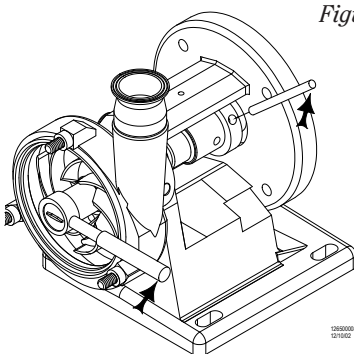

Figura 7
- Coloque la varilla de diámetro de 3/8 de pulgada en el agujero situado en el eje. Haga que la varilla se apoye en el soporte de la brida de la bomba (nº2) para evitar que el eje gire mientras se afloja la tuerca del impulsor (nº23) con la llave de tubo de 15/16 de pulgada (*Figura 7*). Quite la tuerca del impulsor y el empaque de la tuerca del impulsor (nº25).